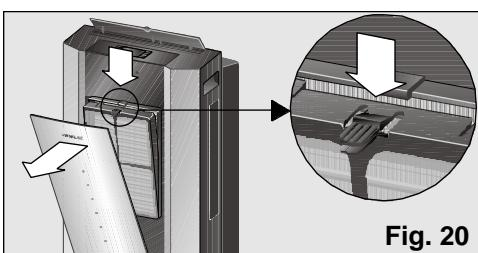

Fig. 20
Tous les modèles comportent un filtre d'air de base qu'il faut nettoyer au bout d'un certain temps, **Fig. 19**. Pour cela, il suffit d'appuyer sur le clip situé sur la partie supérieure et de le retirer, **Fig. 20**. Pour le laver, il suffit de le passer sous l'eau courante, de le sécher et de le remettre à sa place.
- Retirez le filtre de base de l'appareil, Fig. 20.